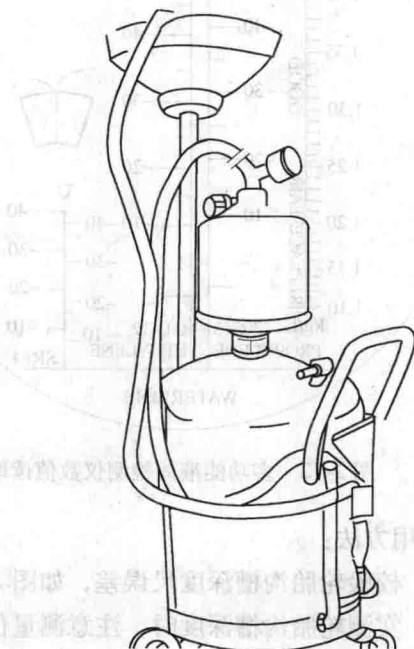

图 2-17 废油收集器
- (1) 操作气动扳手时，不能戴手套作业。
- (2) 气动扳手不能做为零件装配时紧固螺钉的专用工具。为什么？
- (3) 废油收集器 带真空吸管式废油收集器，如图 2-17 所示。